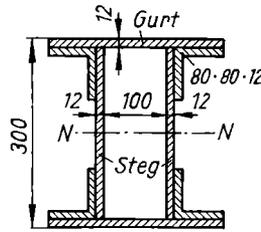

Bild 62
96. Für den skizzierten Querschnitt eines Kastenträgers (Bild 62) sollen in bezug auf Achse N ohne Benutzung der Formstahltabellen berechnet werden **a)** das Trägheitsmoment der beiden Stegbleche, **b)** der beiden Gurtplatten, **c)** der vier Winkel; **d)** das gesamte Trägheitsmoment; **e)** die Beiträge der genannten Einzelteile zum Gesamtträgheitsmoment in Prozent; **f)** das Gesamtwiderstandsmoment.